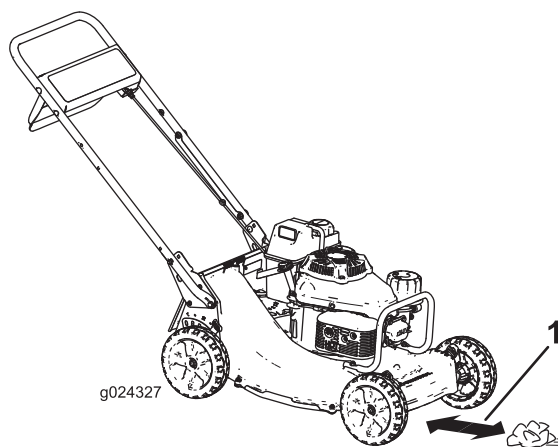

Bild 18
4. Legen Sie die Papierkugel ca. 13 cm vor die Maschine (Bild 18).